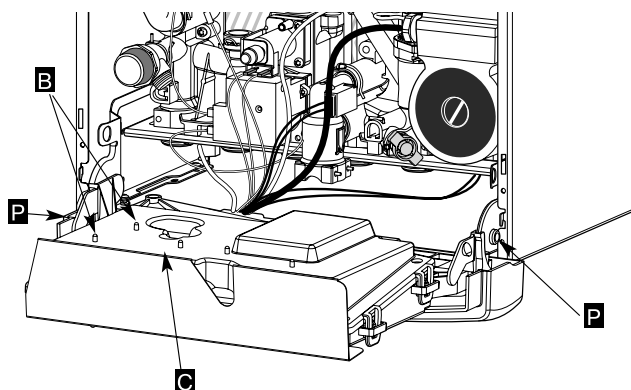

Рис. 10
- Отверните винты **B** и снимите крышку **C** (рис. 10).
Выключите электропитание котла, снимите кожух, откройте блок, нажав на два фиксатора **P** (рис. 10): органы регулировки находятся на электронной плате за заглушкой **E** (рис. 11).